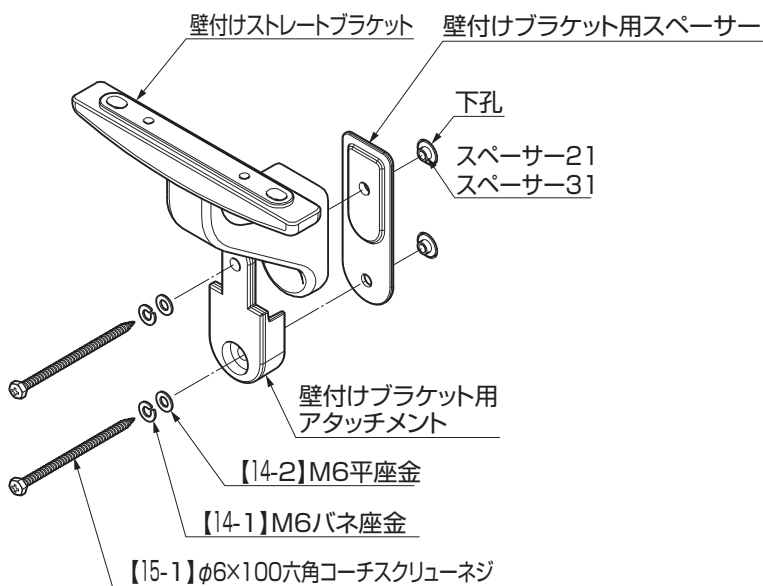

図1-7
- ⑤ 壁付けストレートブラケット・壁付けブラケット用アタッチメントおよび壁付けブラケット用スペーサーを【14-2】、【14-1】、【15-1】、で仮止めしてください。（図1-7参照）
- ⑥ (1)の「壁付け仕様の場合」を参照して、梁および継手を取付けてください。
(4) 形材直付け仕様の場合 **オプション**